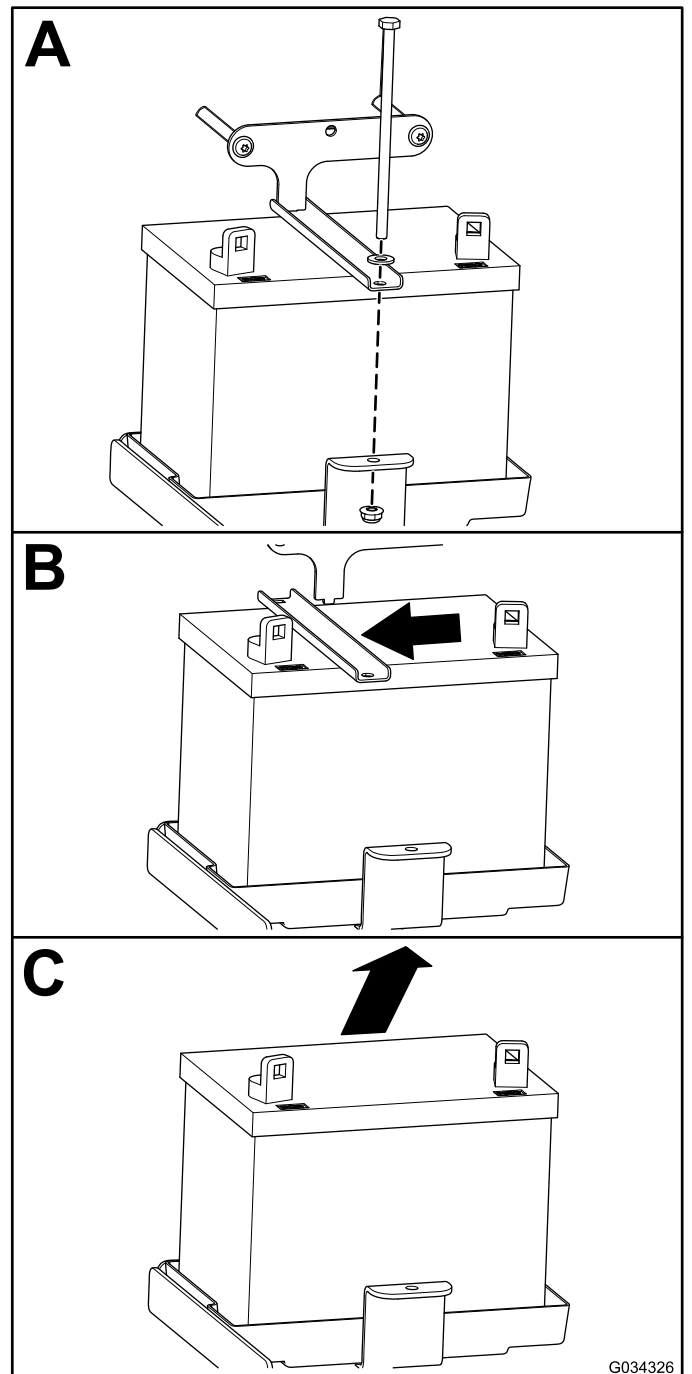

Figura 48
2. Retire a bateria como se mostra na Figura 48.